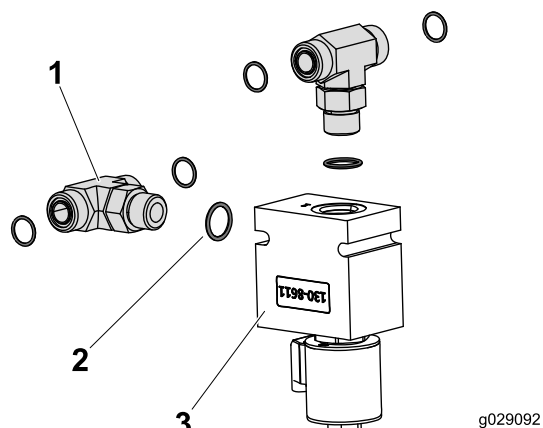

Рисунок 15
2. Установите два тройника и уплотнительные кольца на коллекторный клапан, как показано на Рисунок 15.